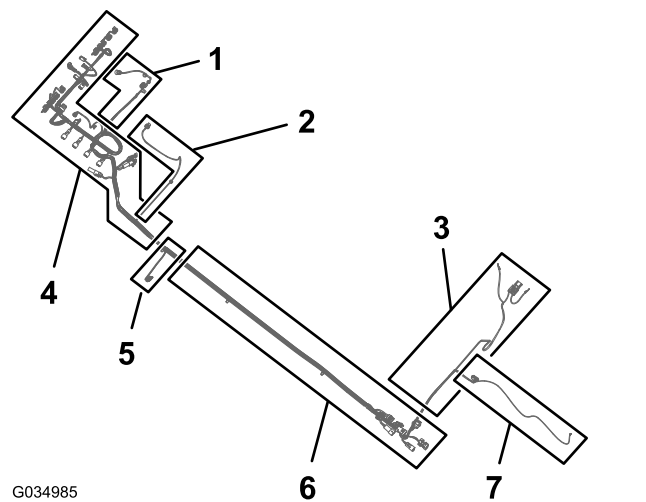

Figure 83
1. Localisez la branche de 165 cm et la branche de 203 cm du faisceau neuf (Figure 83).